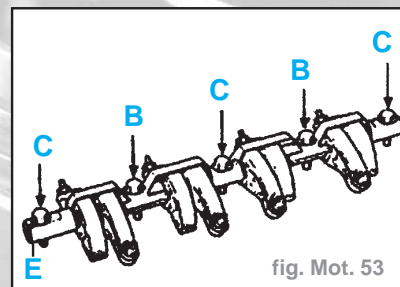

fig. Mot. 53
vis (B) de couleur jaune sont pleines, les trois vis (C) de couleur noire sont creuses (passage d'huile (fig. Mot. 53))
- Remonter la rampe de culbuteurs en positionnant le repère (**E**) (fig. Mot. 53)